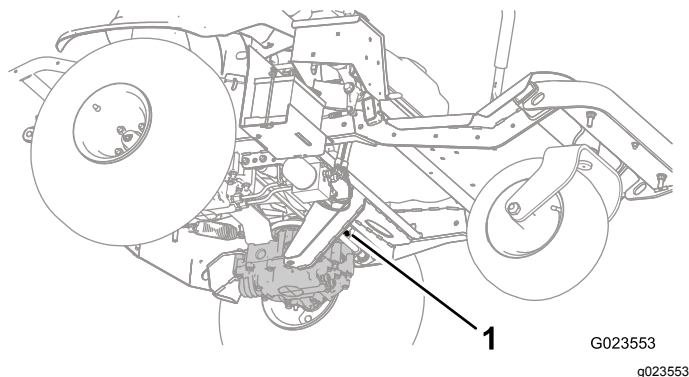
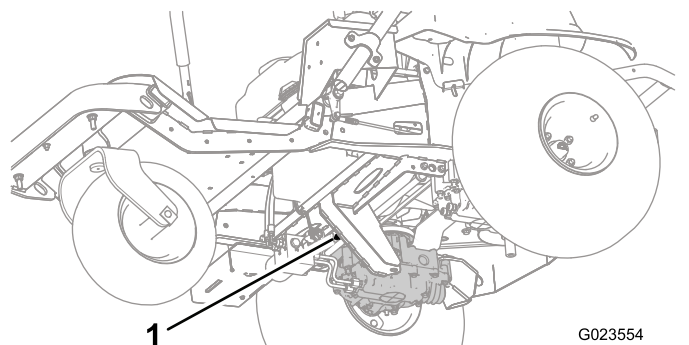
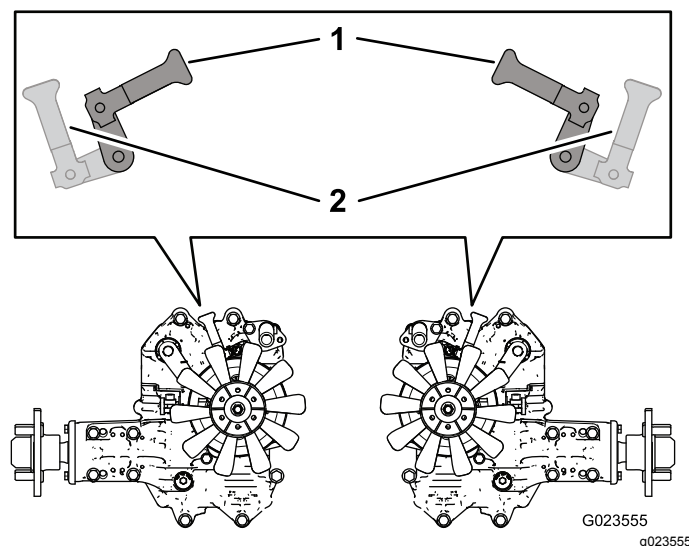

Figura 27
Figura 28
Figura 29
2. A partir da parte inferior da máquina, rode as alavancas da válvula de distribuição (Figura 27 e Figura 28) para que apontem para dentro, na direção do centro da máquina (Figura 29), e desengate o travão de mão; consulte Utilizar do travão de mão \(página 23\).
3. Quanto tiver terminado de empurrar ou rebocar a máquina, rode as alavancas da válvula de distribuição para que apontem para a parte da frente da máquina, para permitir a condução da máquina (Figura 29).